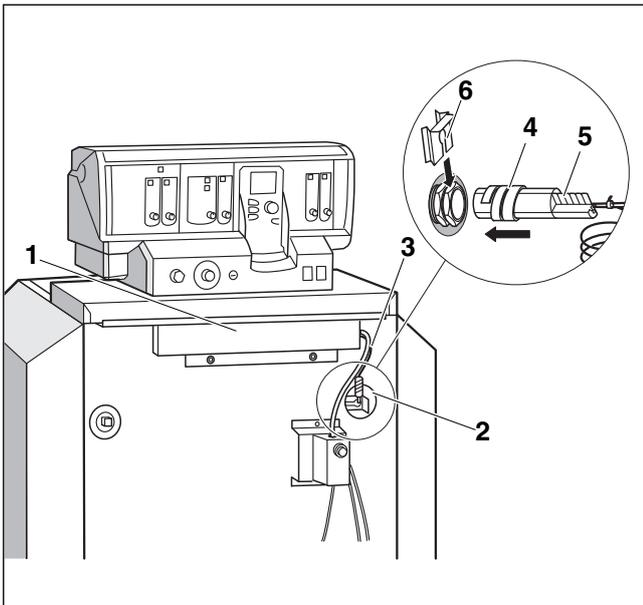

Рис. 12 Передняя крышка котла
- ▶ Снять крышку ниши для кабеля (→ рис. 12, [1]).
- ▶ Провести капиллярные трубки температурных датчиков и, для системы управления серии Logamatic, провод датчика температуры котловой воды под передней крышкой котла вперед к месту замера (→ рис. 12, [2]). Провода при этом разматывать только на необходимую длину.
- ▶ Провести провод горелки (→ рис. 12, [3]) под передней крышкой котла назад к подключению системы управления.
- ▶ Температурный датчик вставить до упора в гильзу (→ рис. 12).
- ▶ Пластмассовая спираль (→ рис. 12, [4]) автоматически сдвигается назад. Компенсационная пружина (→ рис. 12, [5]) должна быть вставлена в гильзу.
Надеть фиксатор датчиков (→ рис. 12, [6]; поставка с системой управления) сбоку или сверху на оголовок гильзы (→ рис. 12, см. стрелку).